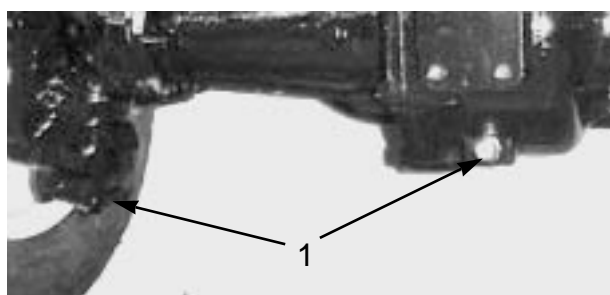

図 53
2. ドレン・プラグ（図53；左右端に1個と中央に1個、全部で3個ある）の周辺をきれいに拭く。